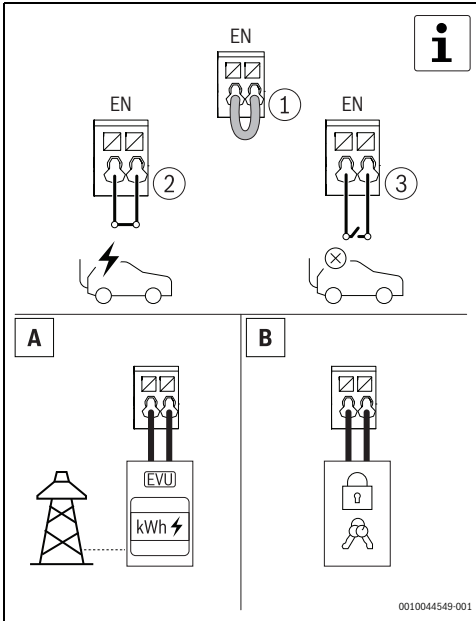

Fig. 431 Intrare digitală opțională
- ▶ Deblocați Power Charge 7000i prin intermediul cardului RFID, al aplicației sau al aparatului de blocare extern. Acest pas este opțional (→ Fig. 431 și 6.1.5, pagina 438).